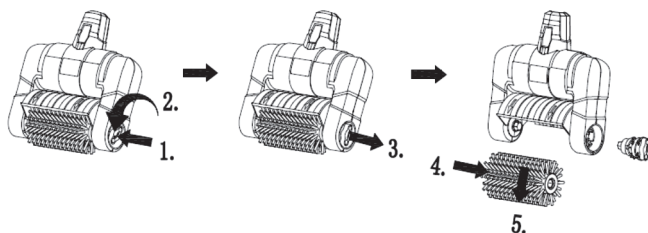

Fig. 3
A. Desmonte el cepillo giratorio de plástico (12), consulte la Fig.3.